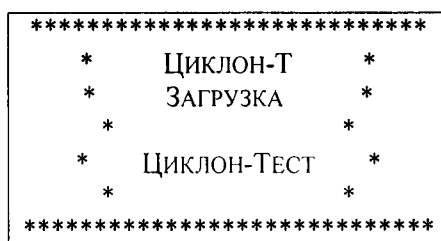
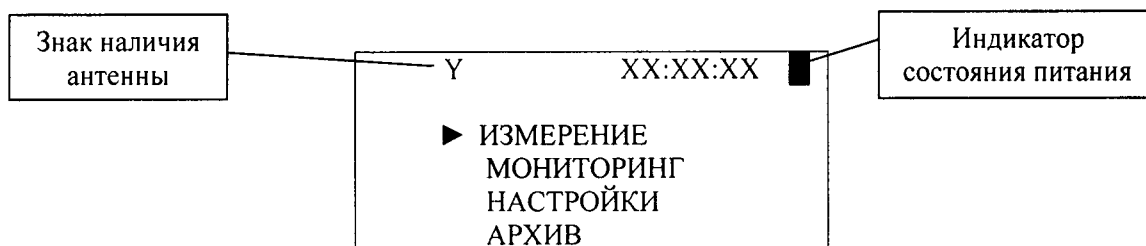
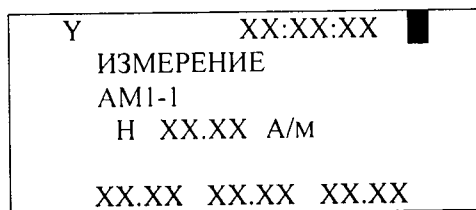

Рисунок 1
Рисунок 2
Рисунок 5
8.2.1 Подключить антенну АМ1 к БИ для чего последовательно выполнить следующие операции (рисунок 1):
- появление на ЖК-индикаторе страницы «Загрузка» (рисунок 1);
- затем, через 1 – 2 секунды, отображение страницы «Главного меню» (рисунок 2).
8.2.3 По «Индикатору состояния питания» (рисунок 2) оценить степень заряда аккумуляторов. Этот знак имеет пять градаций. Не заполненный цветом контур означает, что аккумуляторы разряжены. В случае, если питающее напряжение станет ниже 4,4 В, на индикаторе высветится надпись «Батарея разряжена». При необходимости провести зарядку аккумуляторов.
8.2.7 Выбрать пункт меню «Измерение» наблюдать рисунок 5.
– после подсоединения антенны АМ1 (или АЭ1, или АЭ2) и включения измерителя ПЗ-90 наблюдали на ЖК-индикаторе последовательно наблюдали рисунок 1, рисунок 2, а после выбора пункта меню «Измерение» рисунок 3 (или рисунок 4, или рисунок 5);
На ЖК-индикаторе БИ на странице «Главного меню» (рисунок 2) выбрать «Измерение» нажать кнопку «Ввод». Наблюдать на ЖК-индикаторе: